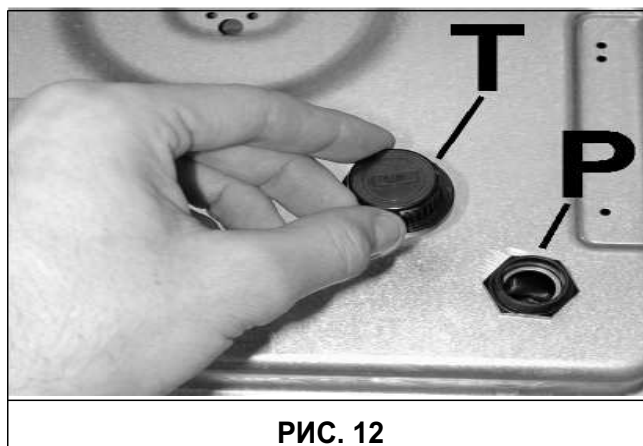

РИС. 12
- Открутите колпачок «Т» (см. рис. 12) и вставьте элемент питания (батарейку) на 1,5 В (в комплекте с прибором не поставляется), так чтобы «+» был обращен вниз. Закрутите колпачок.